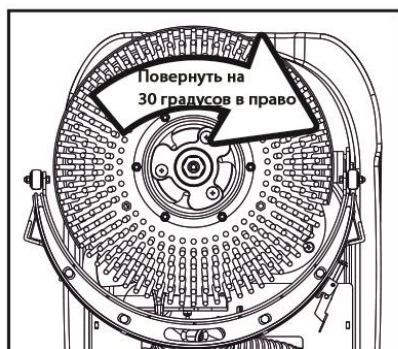
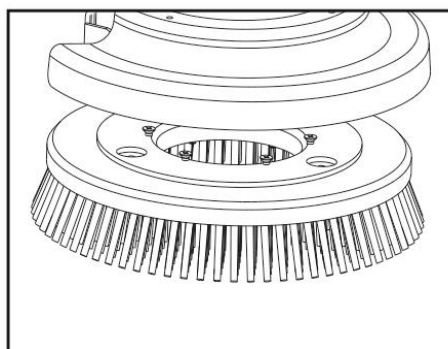

Рис. 15
Рис.16
- ① Поверните две гайки-звездочки против часовой стрелки, чтобы снять весь узел стяжки.
- ② Ослабьте семь винтов с внутренним шестигранником, чтобы снять передний металлический держатель и переднее резиновое лезвие.
- ③ Откройте застежку, чтобы ослабить задние металлические держатели.
- ④ Снимите заднее резиновое лезвие.
- ⑤ Проверьте состояние износа резиновых лезвий. Если они изношены, поверните их на другую сторону. Каждое резиновое лезвие имеет четыре стороны для поворота. Если изношены все четыре стороны, замените резиновые лезвия.
- ① Удерживайте щетку и поверните ее на 30° вправо, чтобы снять (Рис.15 и Рис.16). Затем почистите щетку.